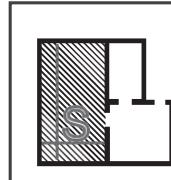

Fig. 9
- Mesure de la surface : Figure 9.